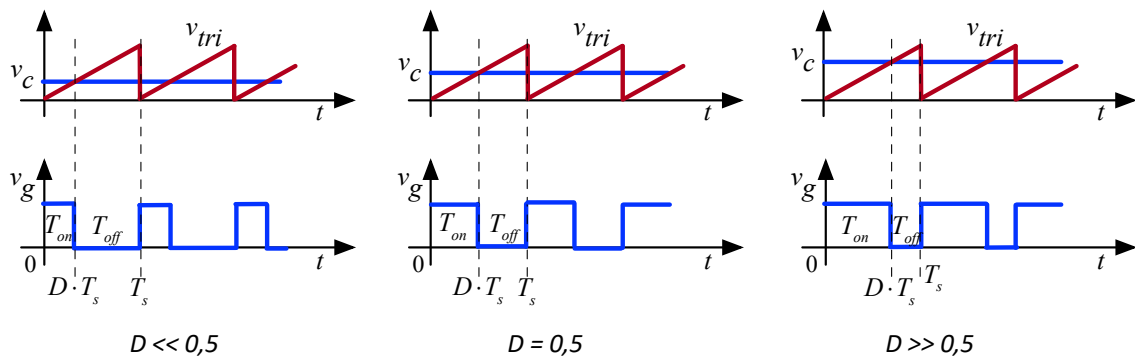
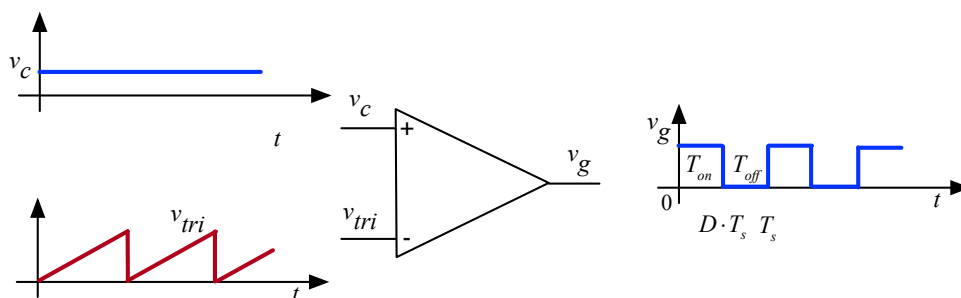

Figura 2 – Formas de onda para modulação por largura de pulsos (PWM).
Figura 3 – Circuito discreto para modulação por largura de pulsos.
O sinal de comando (v_g) pode ser obtido diretamente em um microcontrolador ou por um circuito discreto, usando um comparador e um circuito oscilador, como mostrado na Figura 2. Neste caso, a largura dos pulsos de comando, ou seja, o tempo T_{on} , será dado pela relação entre a amplitude da tensão de controle (v_c) e da tensão dente-de-serra (v_{tri}), que é denominada de portadora no processo de modulação. Assim, a portadora (tensão dente-de-serra) define a frequência de comutação, enquanto a modulante (tensão de controle) define a largura do pulso de comando da chave, por conseguinte, a tensão de saída do conversor. Um circuito típico para realizar a modulação por largura de pulsos é mostrado na Figura 3.
A partir do circuito da Figura 3, a razão cíclica (D) será: